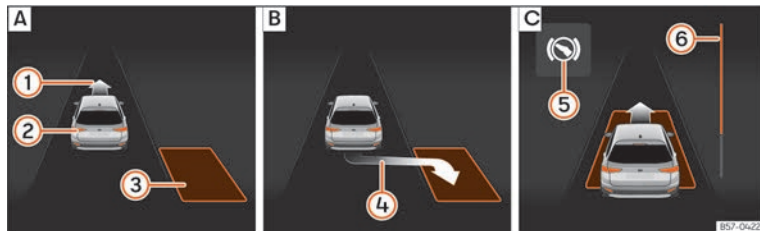
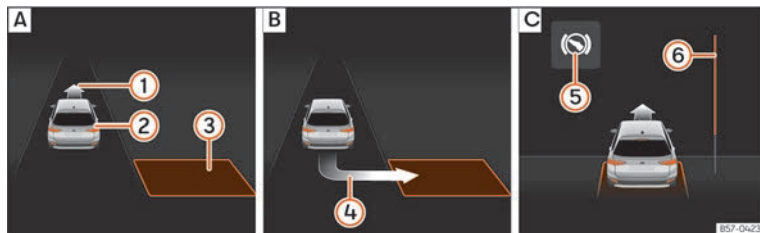

Fig. 166 En la pantalla del cuadro de instrumentos: aparcar en línea. **[A]** Buscar un hueco de aparcamiento. **[B]** Posición para aparcar. **[C]** Maniobrar.
Fig. 167 En la pantalla del cuadro de instrumentos: aparcar en batería. **[A]** Buscar un hueco de aparcamiento. **[B]** Posición para aparcar. **[C]** Maniobrar.
- Mire en la visualización de la pantalla del cuadro de instrumentos si se ha detectado el hueco como “apropiado” y si ha alcanzado la posición correcta para aparcar » **fig. 166 [B]** o » **fig. 167 [B]**. El hueco habrá sido consi-
- Retroceda hasta que suene la señal continua del ParkPilot; **O BIEN:** retroceda hasta que en la pantalla del cuadro de instrumentos aparezca la indicación de dar marcha adelante » » fig. 166 [C] o » » fig. 167 [C]; **O BIEN:** retroceda hasta que en la pantalla del cuadro de instrumentos aparezca el mensaje **Park Assist finalizado**. La barra de progreso (6) indica la distancia que hay que recorrer » » pág. 263.
- Pise el pedal del freno hasta que el sistema de aparcamiento asistido termine de realizar los giros del volante; **O BIEN:** hasta que se apague el símbolo (8) en la pantalla del cuadro de instrumentos.
- Dé marcha adelante hasta que suene la señal continua del ParkPilot; **O BIEN:** dé marcha adelante hasta que en la pantalla del cuadro de instrumentos aparezca la indicación de dar marcha atrás. El sistema de aparcamiento asistido dirige el vehículo marcha adelante y marcha atrás hasta centrarlo en el hueco » » fig. 166 [C] o » » fig. 167 [C].
» » fig. 166 (6) y » » fig. 167 (6) muestra simbólicamente en la pantalla del cuadro de instrumentos la distancia relativa que aún queda por recorrer. Cuanto mayor es la distancia, más llena está la barra de progreso. Al circular marcha adelante, el contenido de la barra de progreso disminuye hacia arriba, y al circular marcha atrás, disminuye hacia abajo.